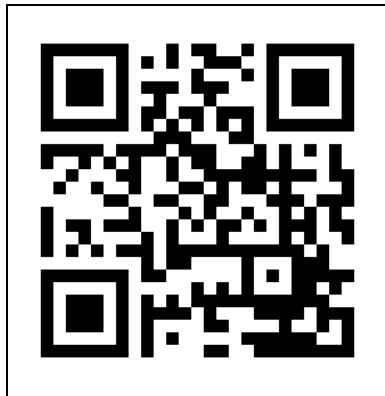

Figure 16
1. Ouvrez le manuel de l'application Eurom Smart avec le code QR (figure 16) ou allez sur www.eurom.nl/nl/manuals.